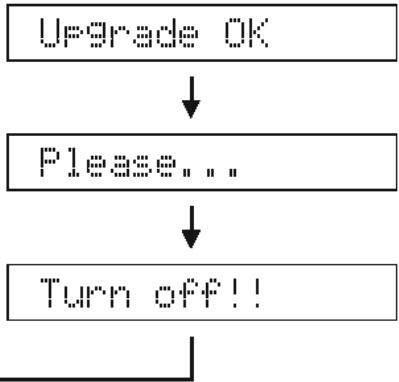

Fig. 3
7. Press the “PLAY” key of the DVD/CD player. Then writing of the firmware is started. (Fig. 3)
8. When writing of the firmware is completed, “Upgrade OK”, “Please...” and “Turn off!!” are displayed repeatedly. (Fig. 3)
7. DVD/CDプレーヤーの“PLAY”キーを押します。ファームウェアの書き込みが開始されます。(Fig. 3)
8. ファームウェアの書き込み完了後、“Upgrade OK”、“Please...”、“Turn off!!”が繰り返し表示されます。(Fig. 3)